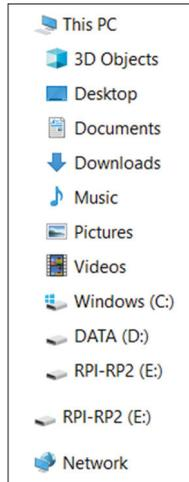

Figure 2.1 : Pico comme lecteur amovible RPI-RP2.
- Le Pico doit apparaître comme un lecteur amovible baptisé **RPI-RP2**, comme illustré à la **figure 2.1** (lecteur **E** : dans ce cas).